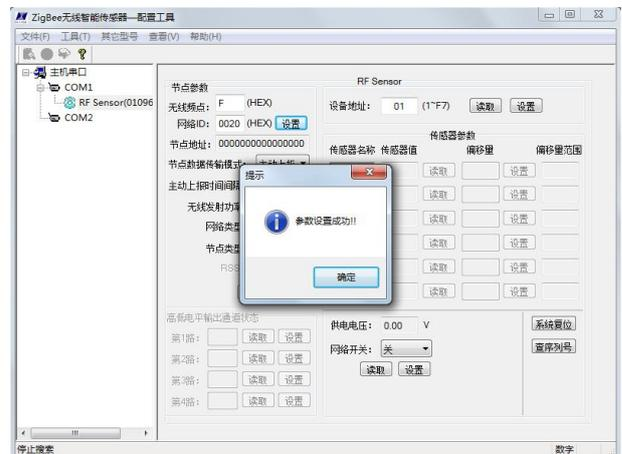

图 6-8
以上两个参数设置完成后请单击网络 ID 后面的“设置”按钮，返回提示对话框，如图 6-8 所示，参数设置成功!!，单击“确定”按钮
D、主动上报时间间隔：1-65535 秒可设；参数设置完成后请单击 RSSI 参数下边的“设置”按钮，返回提示对话框，如图 6-8 所示，参数设置成功!!，单击“确定”按钮，可通过单击“读取”
- E、设备地址：1-F7 可设，可通过设备地址来区分数据来源与节点地址功能类似。设置完成后单击后面的“设置”按钮，返回提示对话框，如图 6-8 所示，参数设置成功!!，单击“确定”按钮；
- F、网路开关：用来做长期休眠设置，当设备需要间歇性使用时，可以在储存时关闭无线网路已达到节能的功能设置完成后单击下边的“设置”按钮，返回提示对话框，如图 6-8 所示，参数设置成功!!，单击“确定”按钮；